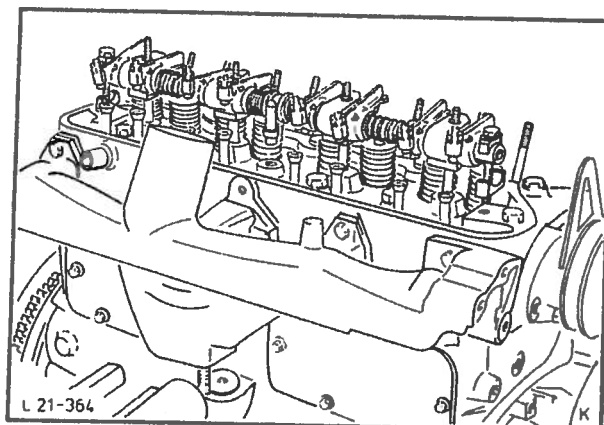

Fig. 82 Montering av vippearmaksel.
58. Påfør olje på støtstengene og monter dem i samme ventilløftere som tidligere. Sett inn oljetilførselens tetningsring. Når vippearmakselen monteres må man sørge for at det er en klaring på 0,1 mm (0,004") mellom de ytre vippear-mene og støttene, fig. 82. Trekk til vippearmakselens spesialbolter med verktøy 21-087 med angitt moment.